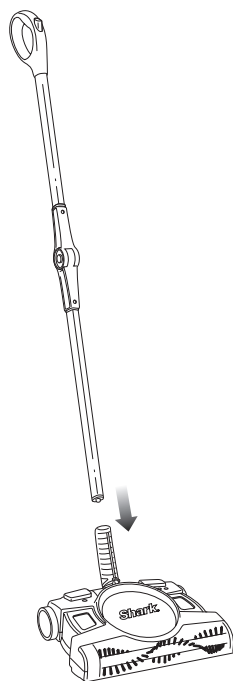

Fig. 2
- 2** Insérez le manche pliant Backsaver^{MC} de Shark^{MD} assemblé dans la base de l'aspirateur. Vous devriez entendre un « clic » lorsque l'onglet de verrouillage s'enclenche. (fig. 2)